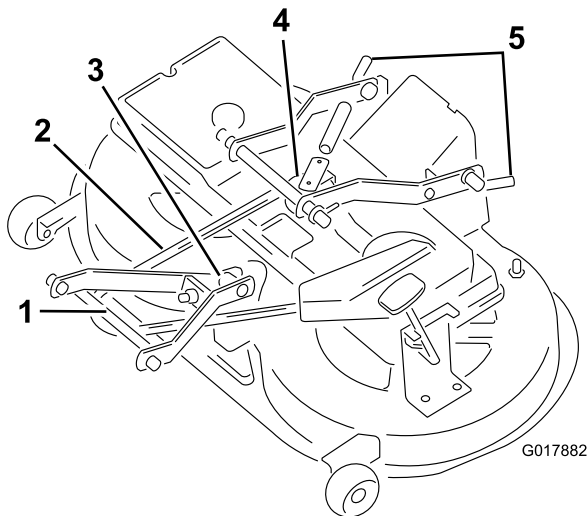

Bild 45
- Ziehen Sie den Spannarm nach innen und nehmen Sie den Keilriemen von der Riemenscheibe (Bild 45).
- Entfernen Sie den Stift zwischen dem Frontarm lenker und dem Mähwerkgehäuse (Bild 45).
- Entfernen Sie den Keilriemen von der Motorscheibe (Bild 45).